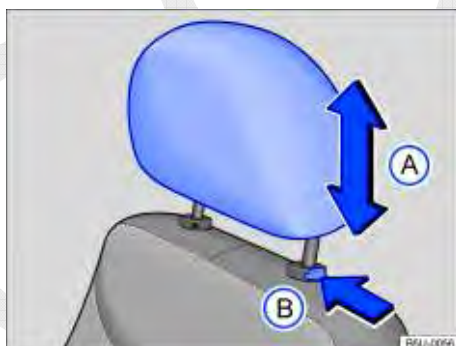

Fig. 38 Ajustar o apoio para cabeça dianteiro.
- Empurrar o apoio para cabeça para cima ou para baixo na direção da seta ⇒ Fig. 38(A) ⇒ ▲.